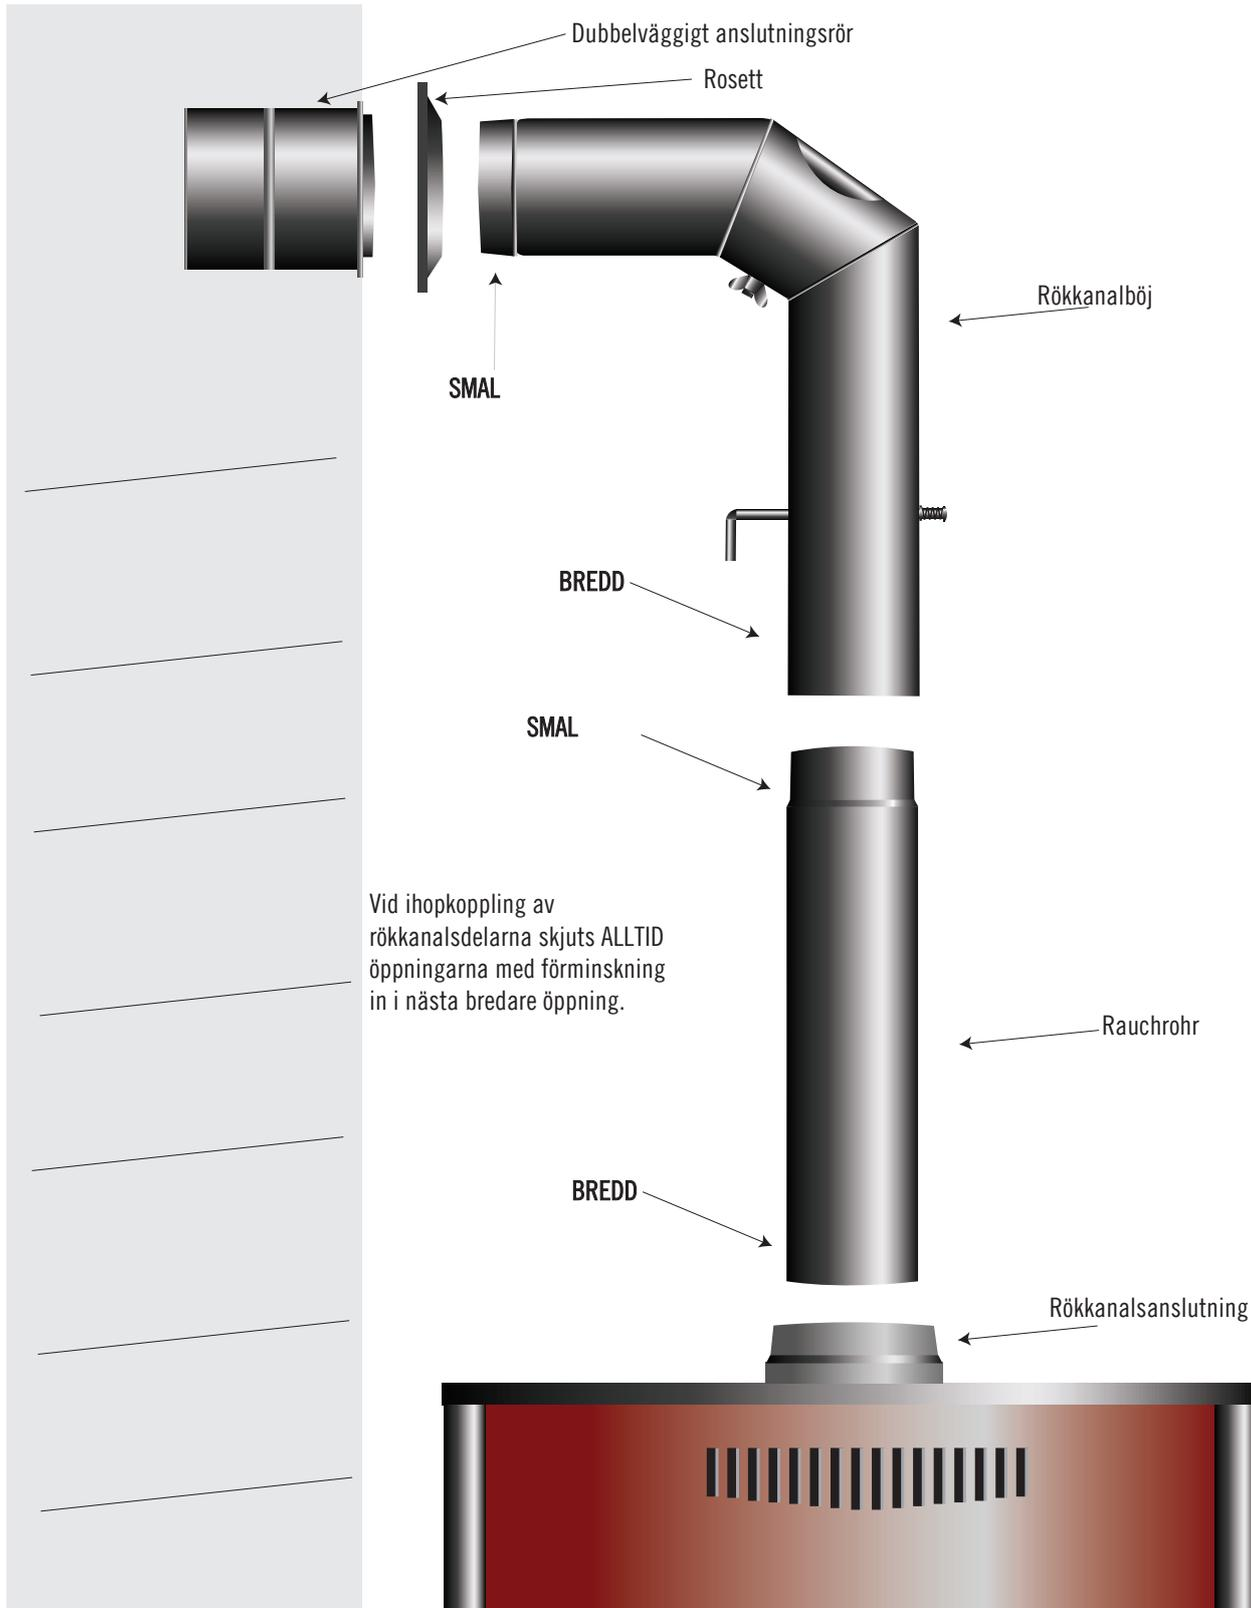

Bild 1: Anslutning av kaminspisen till skorstenen
2. Abbildung 1 Anschluss des Kaminofen an den Schornstein	Sida 81